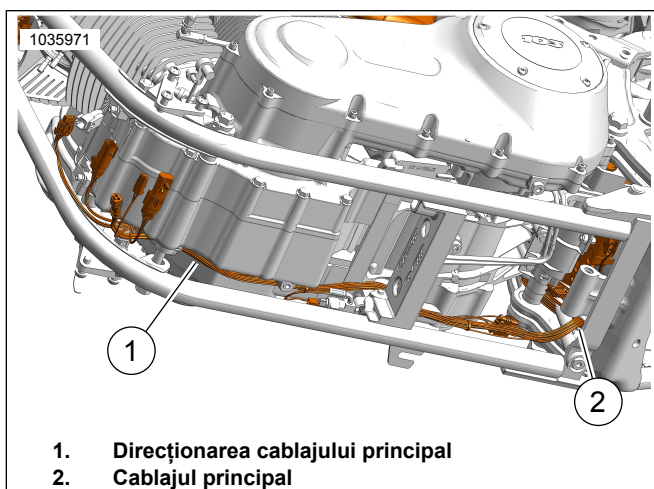

Figura 36. Direcționarea cablajului
16. Consultați Figura 36. Senzor oxigen față (bornă cablaj lungă):
- Localizați cablajul principal (2).
- Diracționaați cablajul de-a lungul cablajului principal (1) către conectorul senzorului de oxigen față.